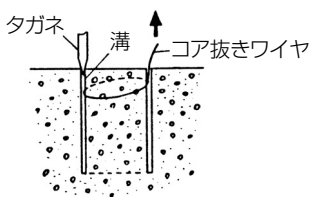

図 11
- (イ) 図11のようにタガネを打ち込み切削コアの底部を切りはなします。
- (ロ) 図11のようにワイヤを切削コアにかけて抜きます。